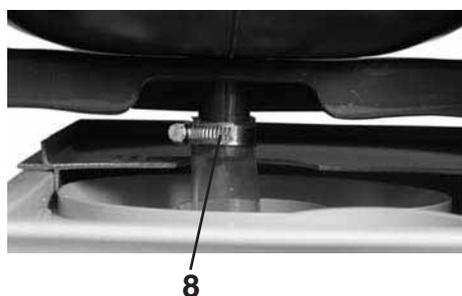

Fig. 20
8. Allentare un poco la staffa del tubo flessibile (8, fig. 20) e spingerla verso l'alto. Stringere saldamente la staffa del tubo flessibile (il collegamento deve essere ermetico).